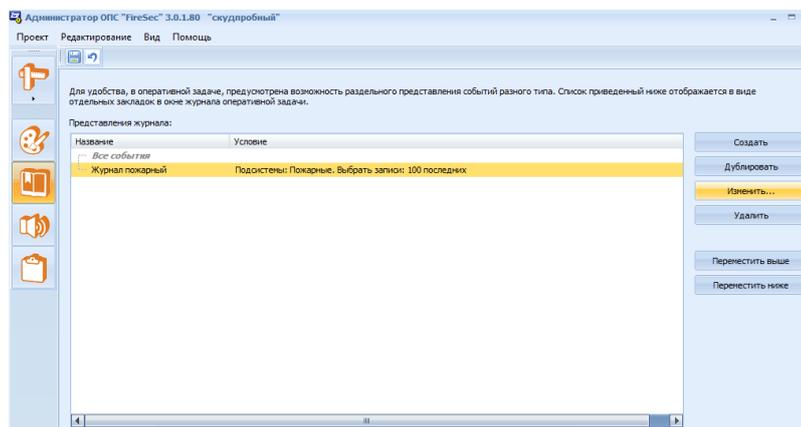

Рисунок 15.5 Окно вкладки Журналы, список настроенных журналов
- 4) После создания журнала, необходимо нажать кнопку **Применить**, иначе созданный журнал не сохранится и не будет отображаться в «Оперативной задаче» (Рисунок 15.5).